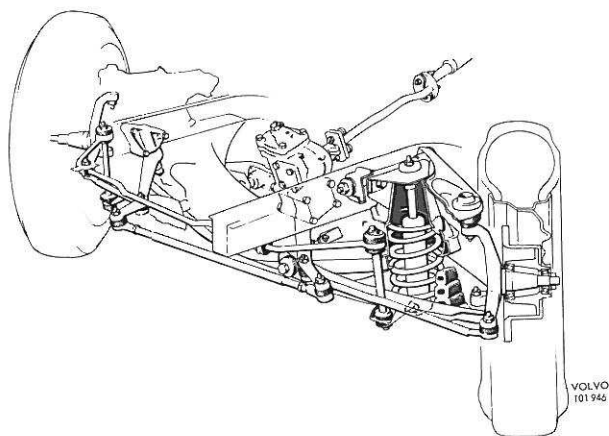

Figure 46. Mécanisme de direction
La construction du système de direction de la Volvo 140 ressort de la figure 46. Les mouvements du volant sont transmis aux roues directrices par la colonne de direction (5 et 7), le boîtier de direction (3), le levier de commande de direction (12), la barre d'accouplement (13), les barres de connexion (10 et 15) et les fusées de roues (1 et 9).
Les joints à rotule des barres d'accouplement et de connexion sont revêtus de plastique, ce qui rend superflu tout graissage d'entretien. La barre d'accouplement (13, figure 46) est munie de joints à rotule (extrémités de barre d'accouplement) interchangeables, alors que les joints à rotule des barres de connexion (10 et 15) font corps avec ces barres.